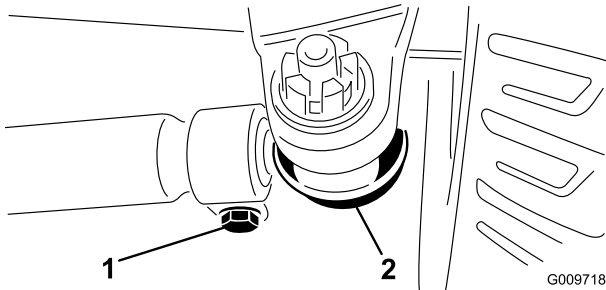

Bild 71
2. Entfernen Sie den Splint und die Mutter von einem der Spurstangen-Kugelgelenke. Entfernen Sie das Spurstangen-Kugelgelenk vom Achsständer (Bild 71).
3. Lockern Sie die Klemmen an beiden Enden der Spurstangen (Bild 71).